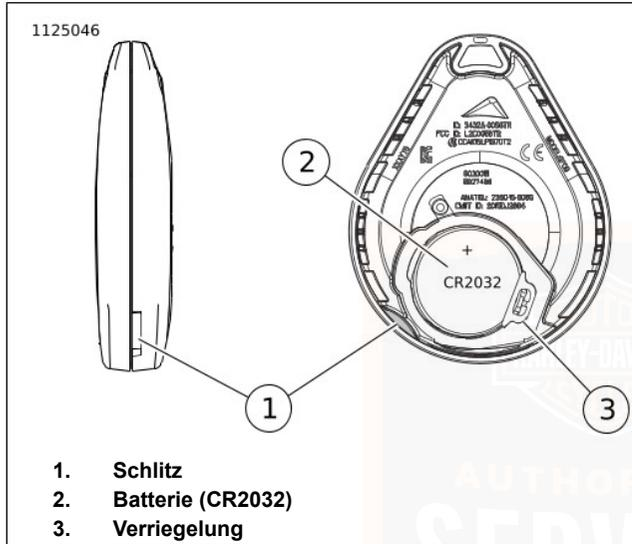

Abbildung 21. Schlüsselanhängerbatterie austauschen
- Siehe Abbildung 21. Die Seriennummer auf dem Schlüsselanhänger befindet sich auch auf der Innenseite des Schlüsselanhängers.
1. Siehe Abbildung 21. Zum Öffnen des Schlüsselanhängers den Schlitz (1) mit einem dünnen Gegenstand drehen.
2. Die Batterie (2) herausnehmen und gemäß den örtlichen Bestimmungen entsorgen.